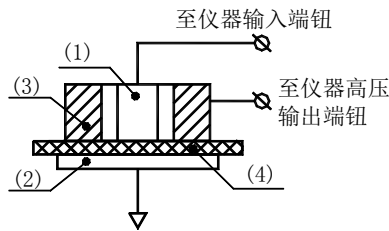

图 6 测表面电阻 R_s
2) 测试试样表面电阻时，电极箱上的选择开关置于 R_s ，此时箱内三电极的状态如图 6。